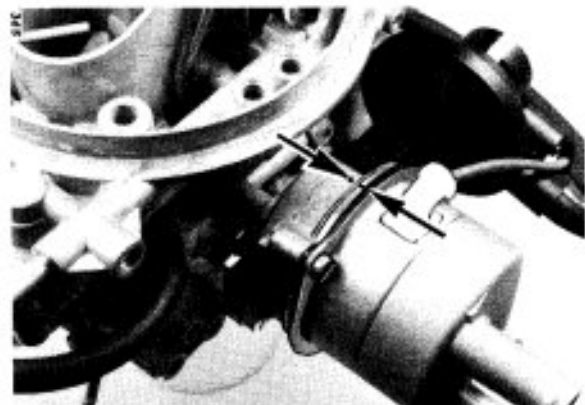

Bild 10
5. STARTERDECKELMARKIERUNG (Bild 10)